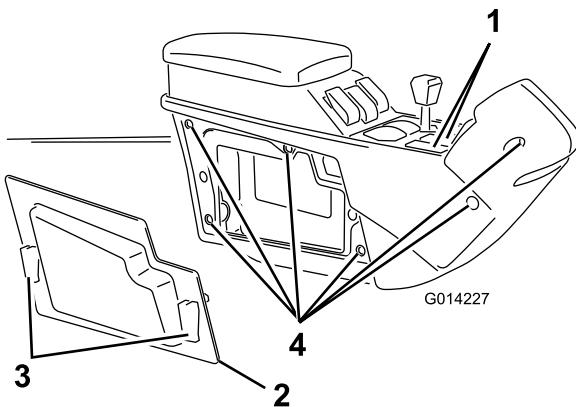

Figure 27
1. Déposez les 2 caches de trous d'interrupteurs du traceur à mousse sur la console centrale (Figure 27).
2. Ouvrez les 2 verrous rapides et déposez le panneau droit de la console centrale (Figure 27).
3. Retirez les 6 boulons qui fixent le couvercle droit à la console centrale (Figure 27).